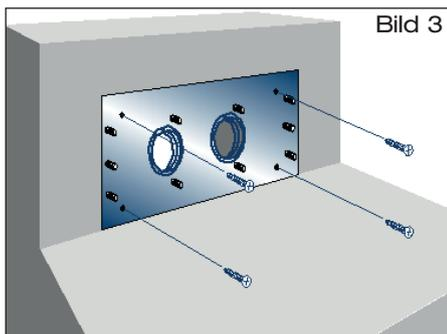

Bild 3
- 1.3 Schiebeflansch mittels Schlitzzschraubenzieher befestigen (Bild 3).